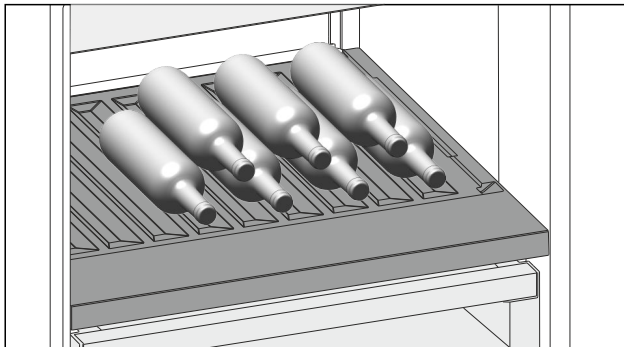

Fig. 195 Beispielhafte Darstellung
- Flaschen mit dem Boden nach hinten zur Rückwand einlegen. (siehe Fig. 195)